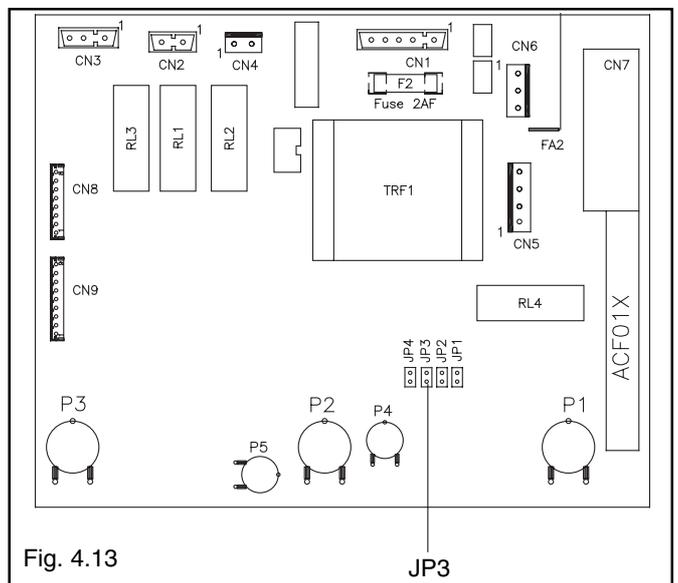

Fig. 4.13
- en la tarjeta de control (fig. 4.13):